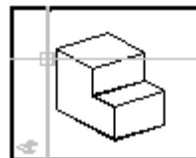

图 12-20 将整个图形转换为单个视窗中的图形
5) Single 将整个图形转换为单独的视窗中的视图。如图 12-20 所示的将整个图形转换为单独的视窗中的视图。